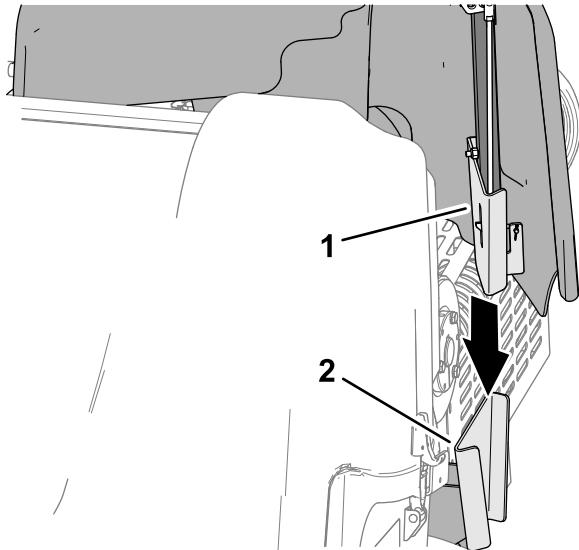

Bild 144
1. Richten Sie die Halterung der Riemenabdeckung an der Abdeckungshalterung am Maschinenrahmen aus (Bild 144).